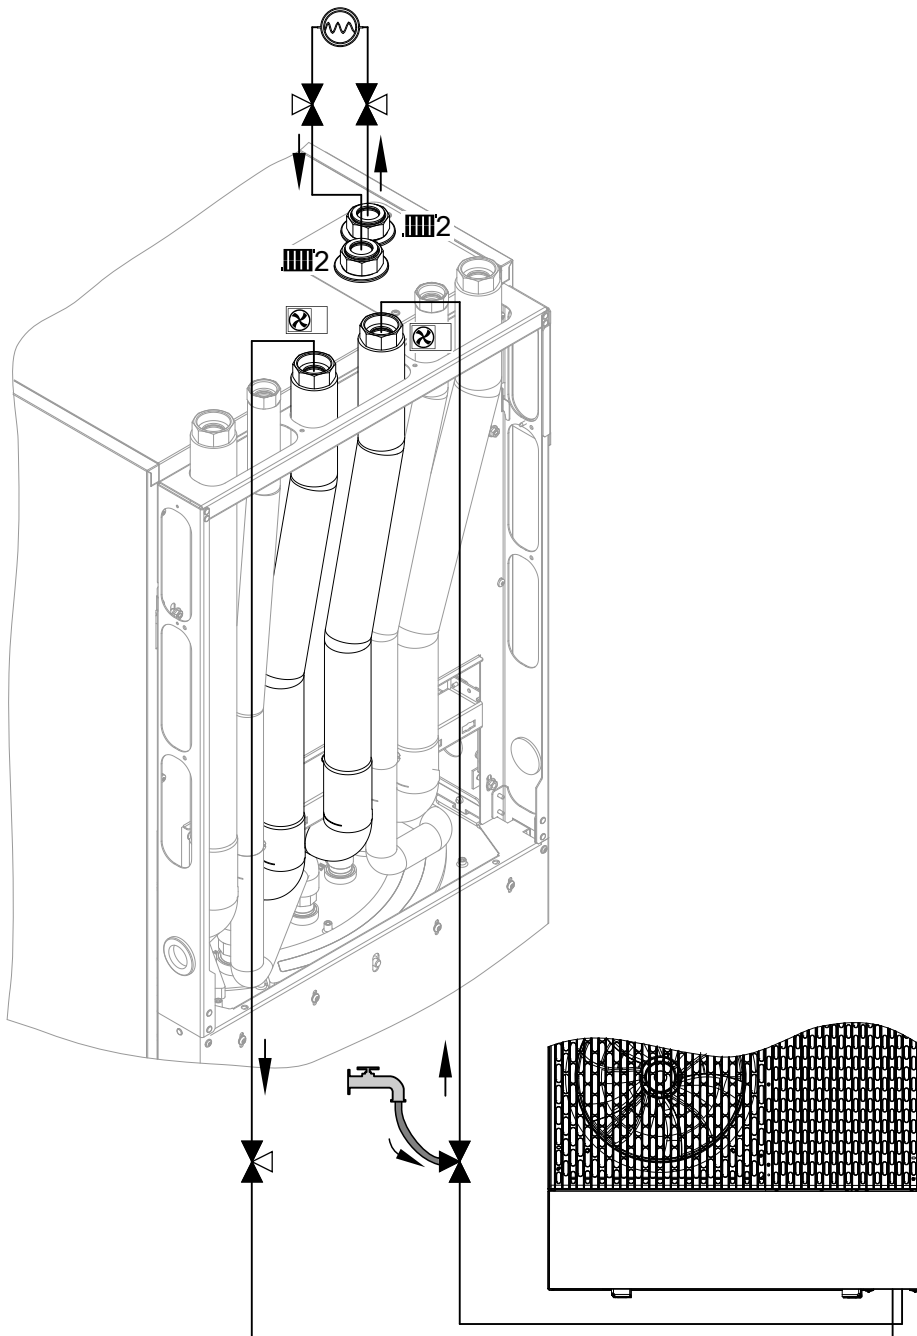

Abb. 78
Beide 3-Wege-Kugelhähne zum und vom Heiz-/Kühlkreis 2 öffnen: Siehe Abb. 78.
3. 3-Wege-Kugelhahn vom Vorlauf Außeneinheit (Heizwassereintritt Inneneinheit) gemäß Abb. 78 öffnen: **Offen in allen Richtungen**
4. 3-Wege-Kugelhahn zum Rücklauf Außeneinheit (Heizwasseraustritt Inneneinheit) öffnen: Siehe Abb. 78.